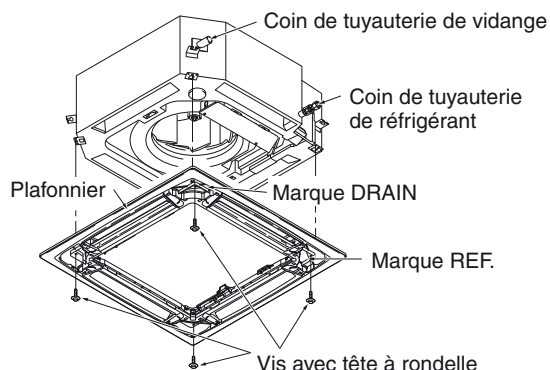

Fig. 7-5
- 3) Serrez les vis avec tête à rondelle fournies au niveau des 4 emplacements d'installation du panneau pour que le panneau soit solidement fixé à l'unité. (Fig. 7-5)